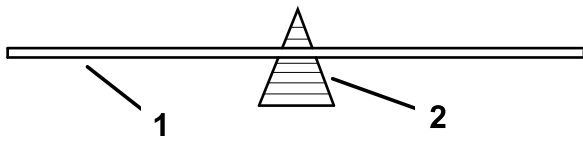

Figura 39
2. Solo per le lame diritte, verificate il bilanciamento della lama mettendola su un bilanciatore delle lame (Figura 39).